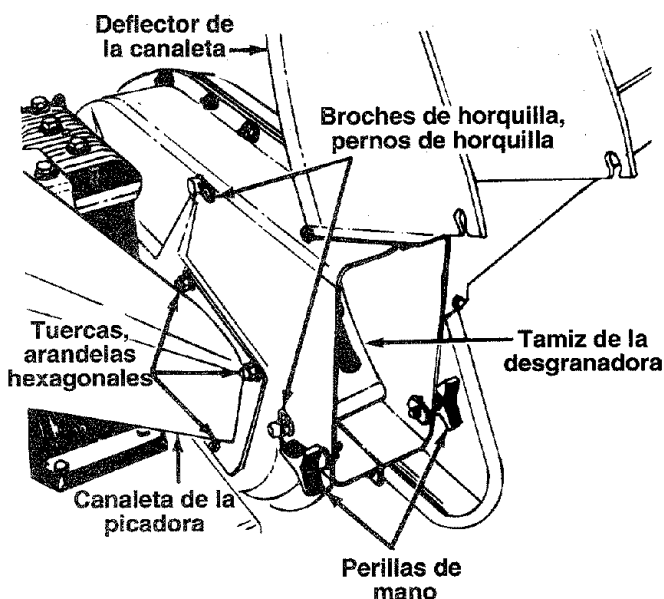

FIGURA 18.
- Saque dos broches de horquilla de los pernos de horquilla los cuales se extienden a través de la cubierta. Quite los pernos de horquilla. Levante el tamiz de la desgranadora desde el interior de la cubierta. Vea la figura 18.
NOTA: Asegúrese de rearmar el tamiz de la desgranadora con el lado curvo hacia abajo como se muestra en la figura 18.
- Quite la canaleta de la picadora sacando tres tuercas y arandelas hexagonales. Se requiere una llave de 1/2". Vea la figura 18.